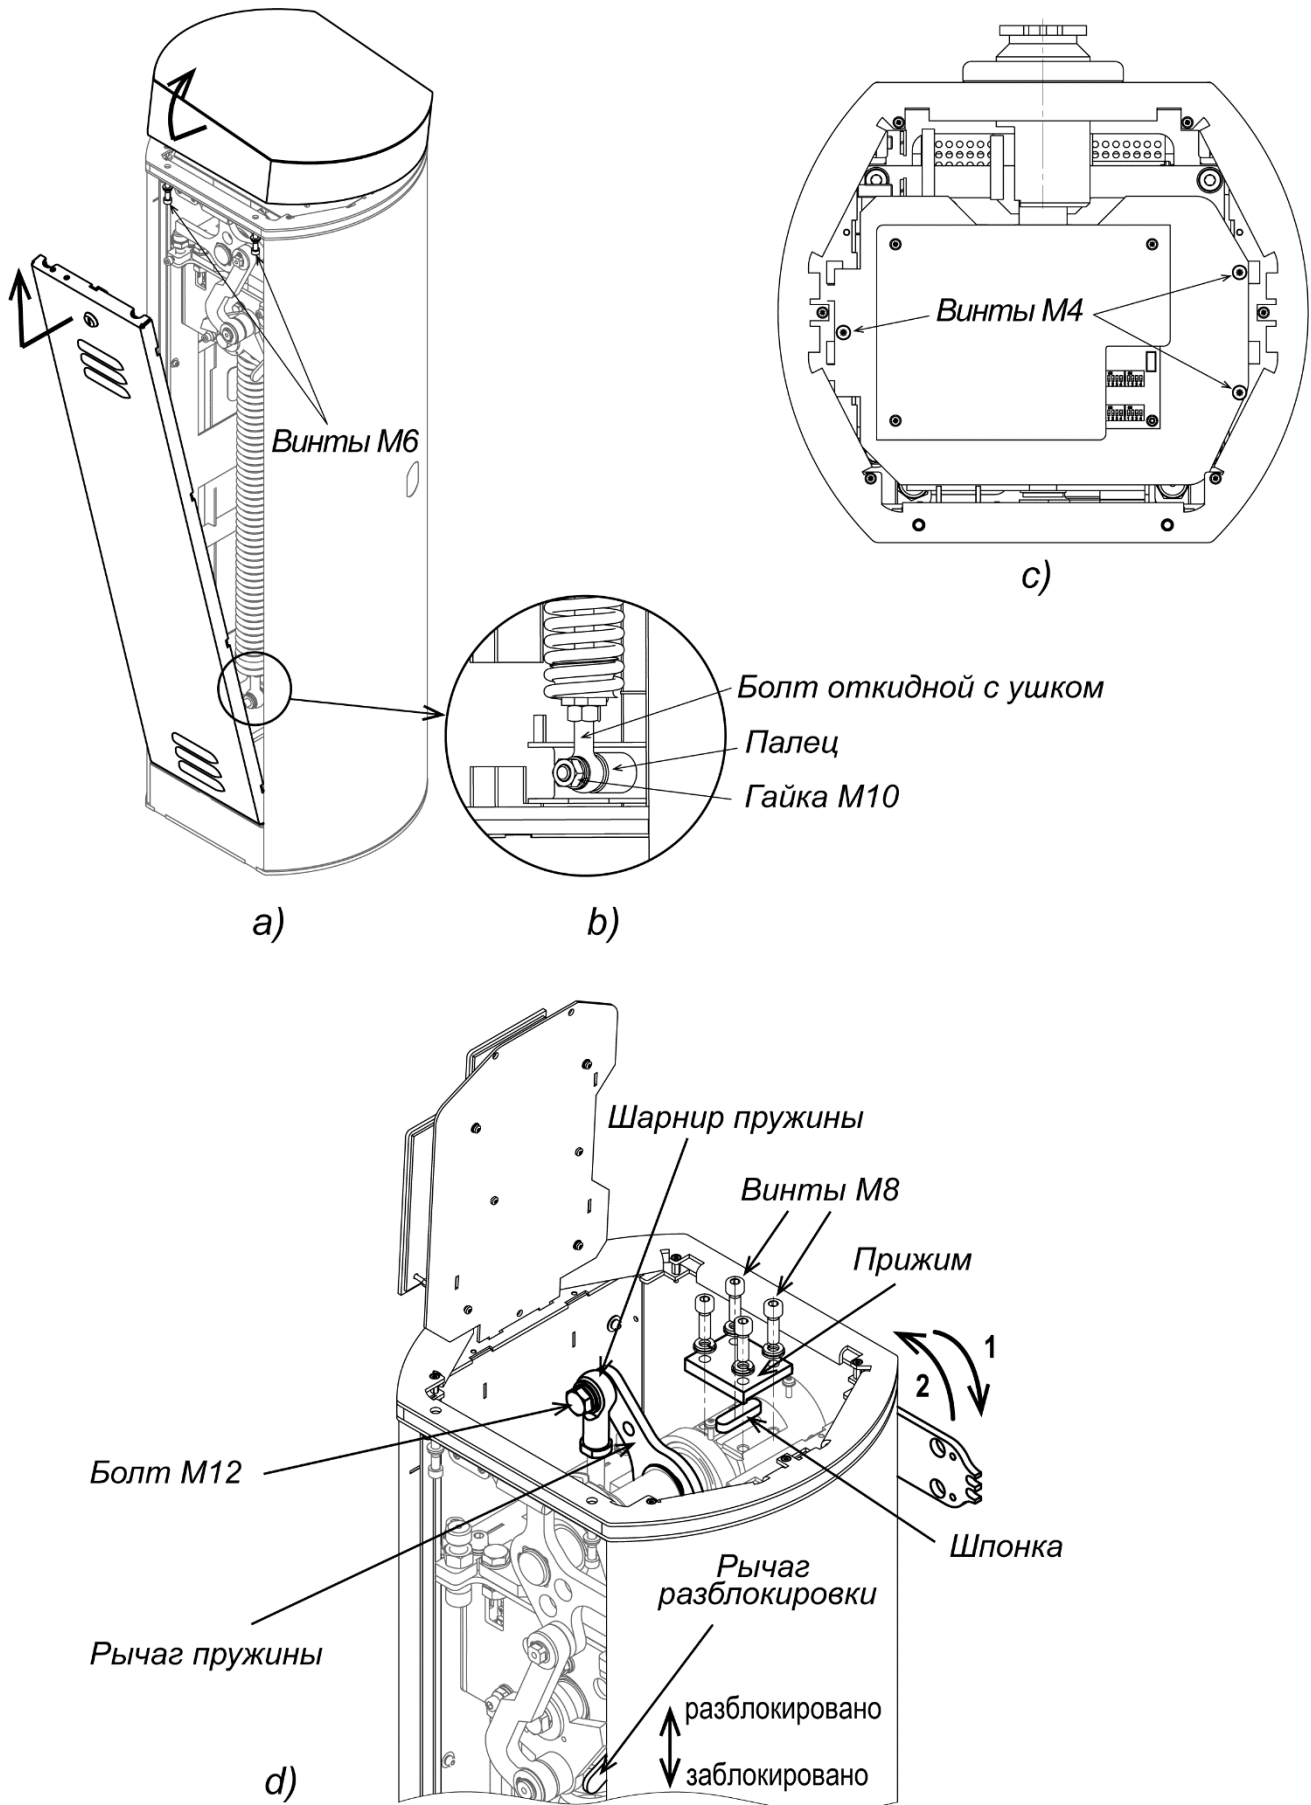

Рисунок 11. Порядок переустановки стрелы шламбаума
4. Поднимите передний край крышки вверх и снимите ее со шлагбаума. Будьте осторожны, не повредите контроллер, находящийся под крышкой (см. рис. 11).
1. Снимите дверцу, предварительно повернув ключ замка и открутите два винта М6, которые находятся снизу на верхней грани проема дверцы. Аккуратно, чтобы не повредить установленный внутри блок управления, снимите крышку, сдвинув ее за передний край на себя и затем подняв его вверх (см. рис. 11а).
4. Открутите три винта М4 и поверните пластину с блоком управления на 90 градусов вверх (см. рис. 11с).